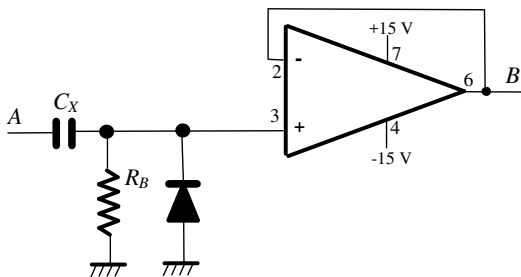

Figure 2
- 4) On place en parallèle sur R_B une diode comme représentée figure 2. Donner l'évolution temporelle des signaux présents au point B.